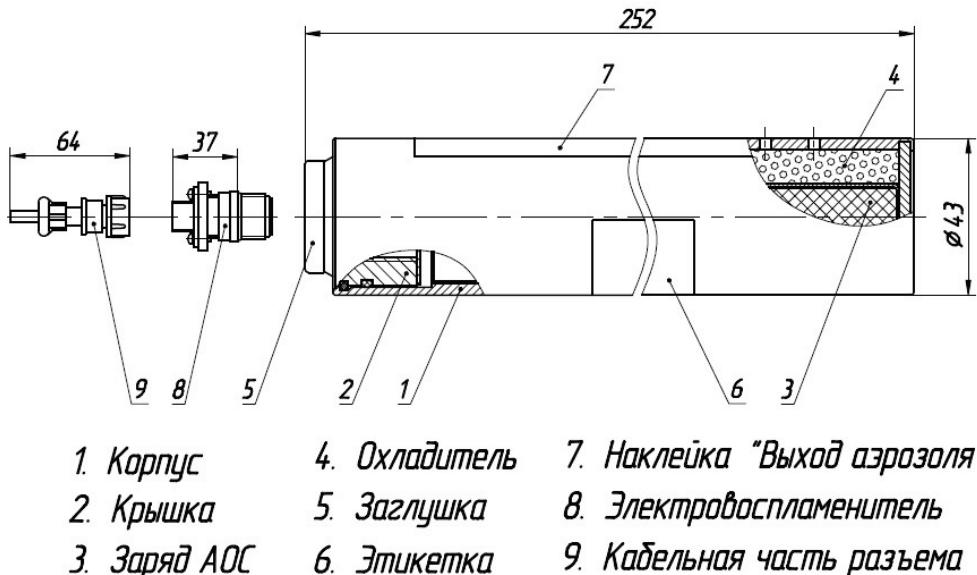

Рис.1. Генератор огнетушащего аэрозоля «Допинг 1Р.100»
3.1. В комплект поставки ГОА (рис.1) входит:
5.1. Устройство генератора (рис.1).